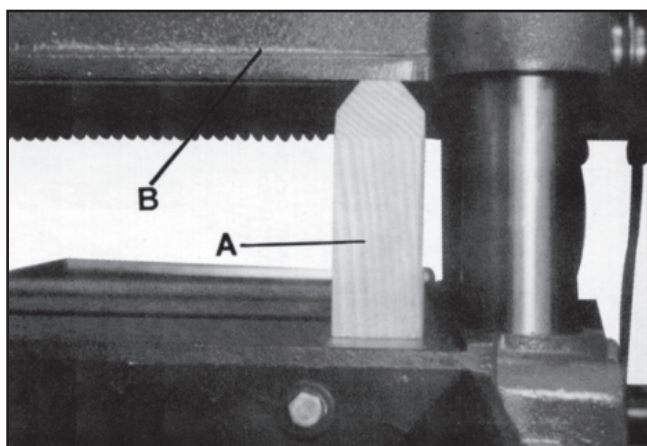

Figura 25
2. Coloque el bloque calibrador (A, Figura 25) directamente debajo del borde frontal del cabezal (B, Figura 25).